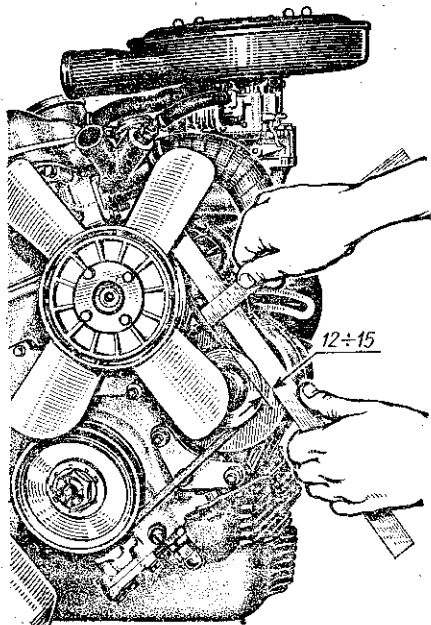

Рис. 56. Проверка натяжения ремня привода вентилятора
**Проверка и регулировка натяжения ремня привода вентилятора.** Если натяжение ремня между шкивами водяного насоса и генератора нормальное, то его прогиб при небольшом нажиме равен 12—15 мм. Чтобы натянуть ремень, отпускают болт 4 (рис. 55) подвижного соединения генератора с регулировочной планкой 5, гайку 3 болта крепления регулировочной планки и корпуса водяного насоса к блоку цилиндров, гайки и контргайки болтов 2 крепления генератора к кронштейну 1 на блоке цилиндров. Затем перемещают генератор в направлении блока цилиндров настолько, чтобы ремень можно было прогнуть на 12—15 мм, несильно нажимая измерительной линейкой (рис. 56). В этом положении генератора затягивают болт 4 (см. рис. 55) и снова проверяют натяжение ремня. Если регулировка не нарушилась, окончательно затягивают гайки и контргайки болтов 2, а затем гайку 3.